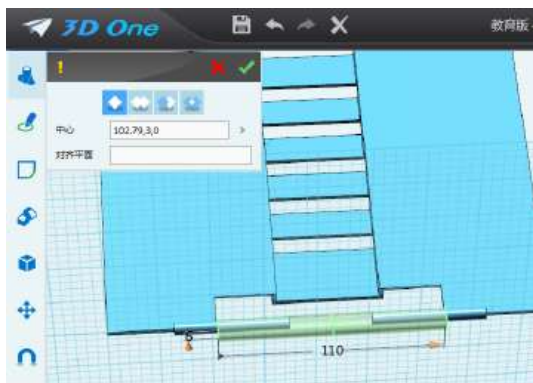
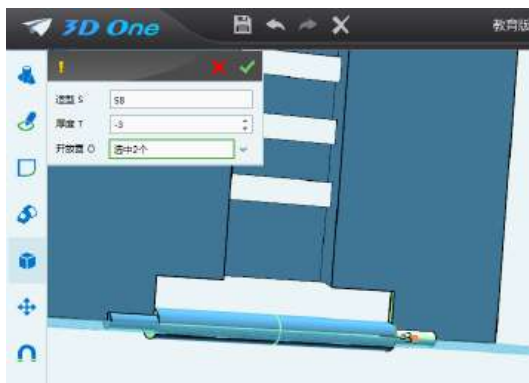

图 14-17
图 14-18
5.制作转轴套：鼠标选取“圆柱体”命令，在书架底部如图 14-17 位置绘制长 110，半径 6 的圆柱体，确定完成。鼠标选取“特征造型”命令里面的“抽壳”命令，出现对话框，造型：选择刚绘制的圆柱；厚度：输入-3，开放面：选择刚绘制的圆柱体左右两个面，确定完成，如图 14-18。如不同心，使用“移动命令”进行调整。